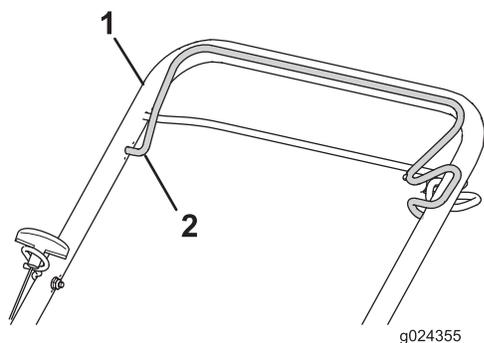

Figure 15
3. Serrez la barre de commande de la lame contre la partie supérieure du guidon (Figure 15).